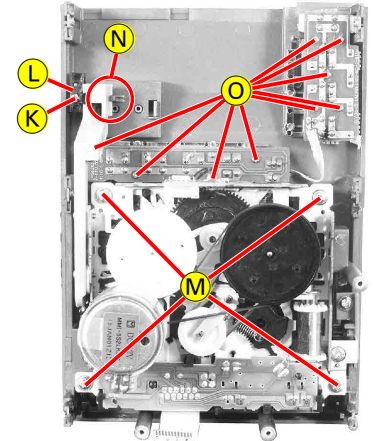

Fig. 8
- Schraube **K** (Fig. 8) herausdrehen und Führung **L** (Fig. 8) abnehmen.
- 4 Schrauben **M** (Fig. 8) herausdrehen.
- Schieber **N** (Fig. 8) aushängen.
- 9 Schrauben **O** (Fig. 8) herausdrehen.